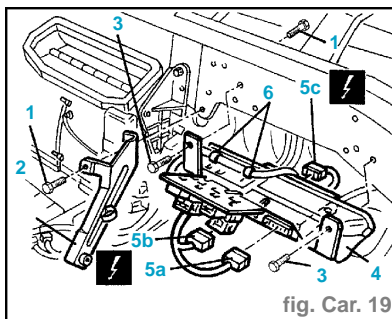

fig. Car. 19
- Ouvrir les faisceaux du câblage du réchauffeur au câblage sousplanche (3).
- libérer du réchauffeur le câblage airbag et l'enlever (4).
- Dévisser les vis de fixation de la bride centrale (1) (fig. Car. 19).